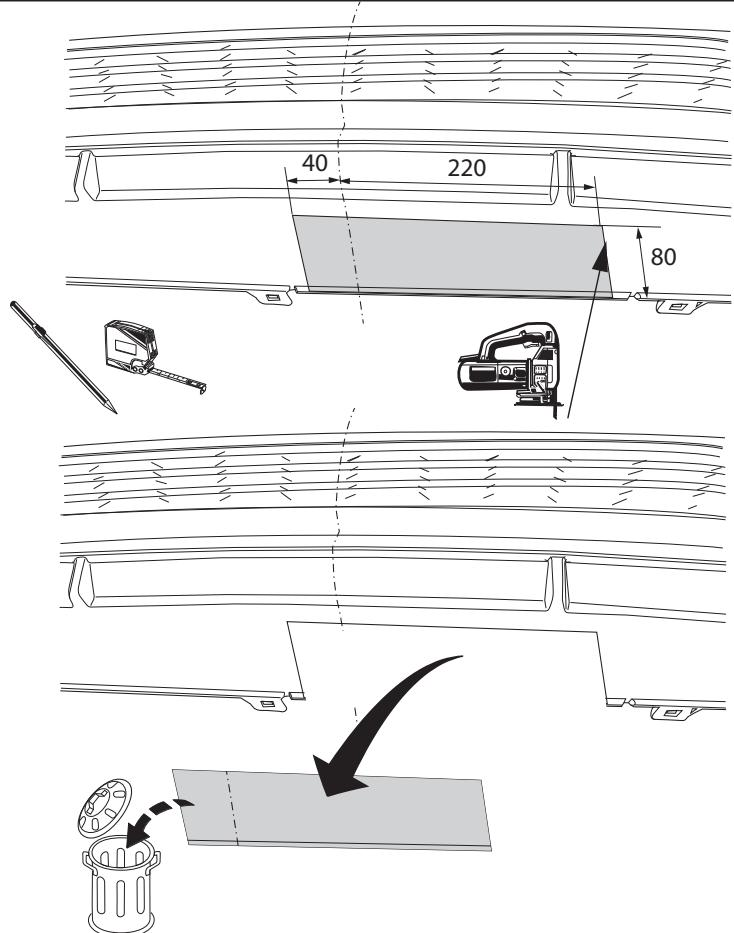

Fig. 2
9. Следующее относится к моделям с бамперами, не подготовленными под буксировочный кронштейн: Выпилить часть из бампера в середине снизу, как указано на рис. 2.